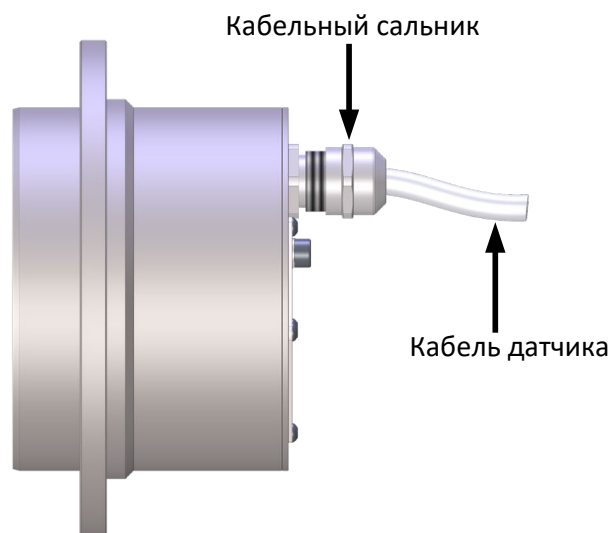

Рисунок 3: Кабельный ввод датчика
- При установке кабеля пользователь должен обеспечить требуемую компенсацию натяжения, чтобы защитить кабельный ввод (Рисунок 3). Кабель должен выдерживать минимальный радиус изгиба 90 мм. Любой изгиб кабеля должен начинаться на расстоянии не менее 25 мм от кабельного ввода.